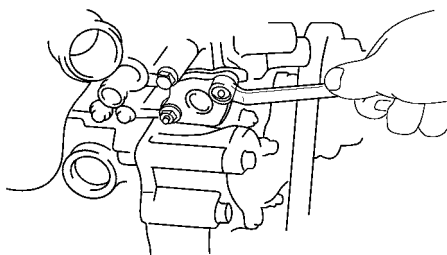

图 1-10 拆下两个螺母
4) 旋下两个螺母, 如图 1-10 所示, 拆下链条张紧器和垫片。